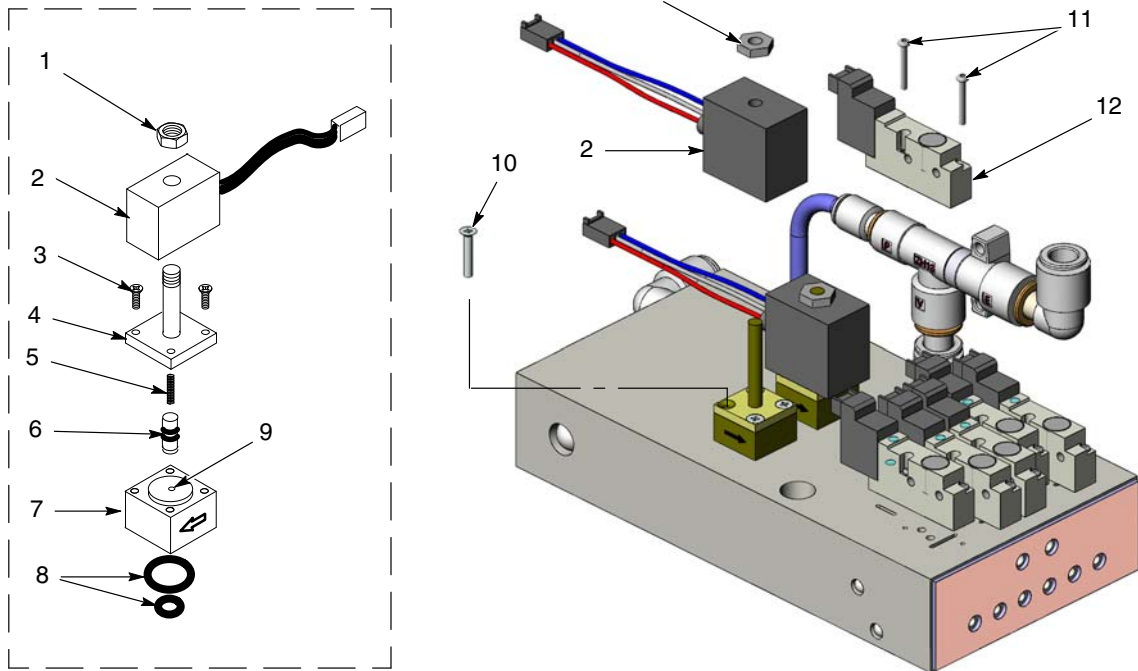

Abb. 28 Verteilerblock reparieren
1. Siehe Abb. 28. Mutter (1) und Spule (2) vom Regelventil abnehmen.
2. Die zwei langen Schrauben (10) abnehmen, um das Regelventil vom Verteilerblock abzunehmen.
Siehe Abb. 28. Zum Abnehmen des Ventils die Mutter (1), Spule (2) und die langen Schrauben (10) abnehmen.
Siehe Abb. 28. Zum Abnehmen der Magnetventile die zwei Schrauben (11) im Ventilgehäuse abnehmen und das Magnetventil (12) vom Verteilerblock abheben.